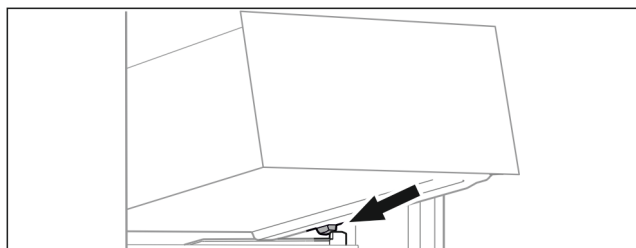

Fig. 63
- ▶ Nasad'te zásuvku šikmo za zarážkami na rebro nádoby. (pozri Fig. 63)